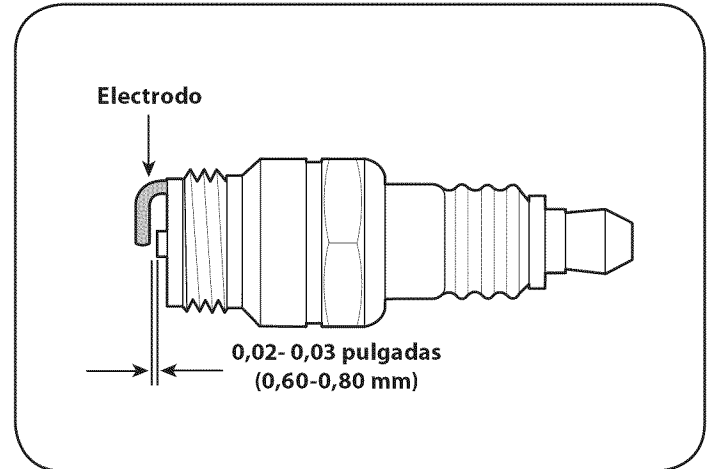

Figura 16
3. Mida la separación de bujía con un calibrador. Corrija de ser necesario torciendo el electrodo lateral. Vea la Figura 16. La separación debe establecerse entre 0,02 y 0,03 pulgadas (0,60-0,80 mm).